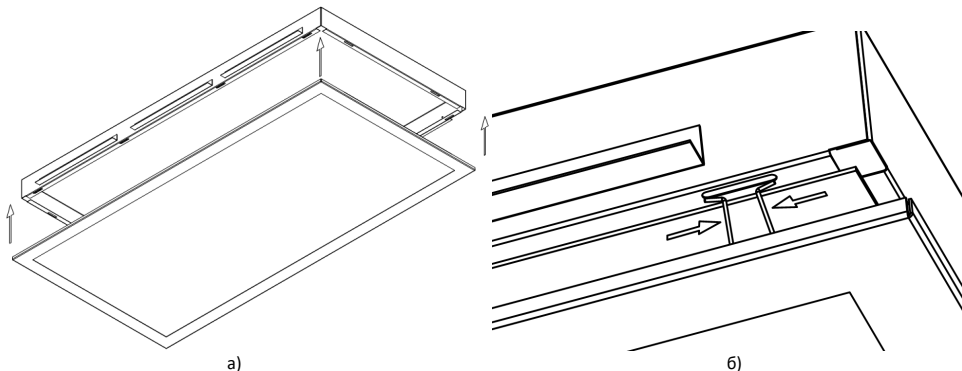

Рисунок 3 — Установка светильника Geniled серии Office Rockfon Comfort на подвесную конструкцию.
- 5.6. Закрепите рамку на корпусе светильника, используя пружинки (см. рисунок 3).